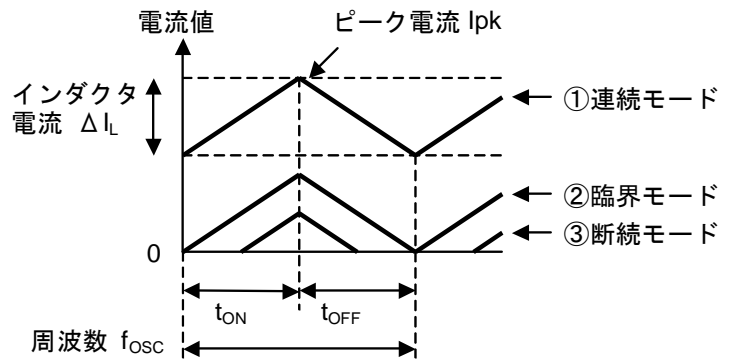

図4 インダクタ電流の状態偏移
理想的には、インダクタンス電流が連続モードになる様にL値を設定します。しかし負荷電流が小さくなる程、①連続モード → ②臨界モード → ③断続モードと電流波形が変化（図4）していきます。